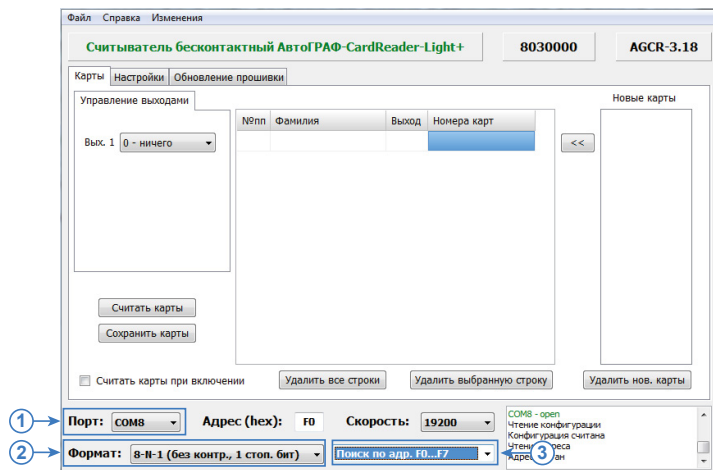

Рис.2. Поиск по адресам от F0 до F7.
- в программе «AGPConf» выбрать COM-порт к которому подключен считыватель (Рис.2, п.1). Посмотреть порт устройства можно в Диспетчере устройств системы;
- выбрать диапазон адресов считывателей «АвтоГРАФ-Light/Light+» – Поиск по адресу F0...F7 (Рис.2, п.2);